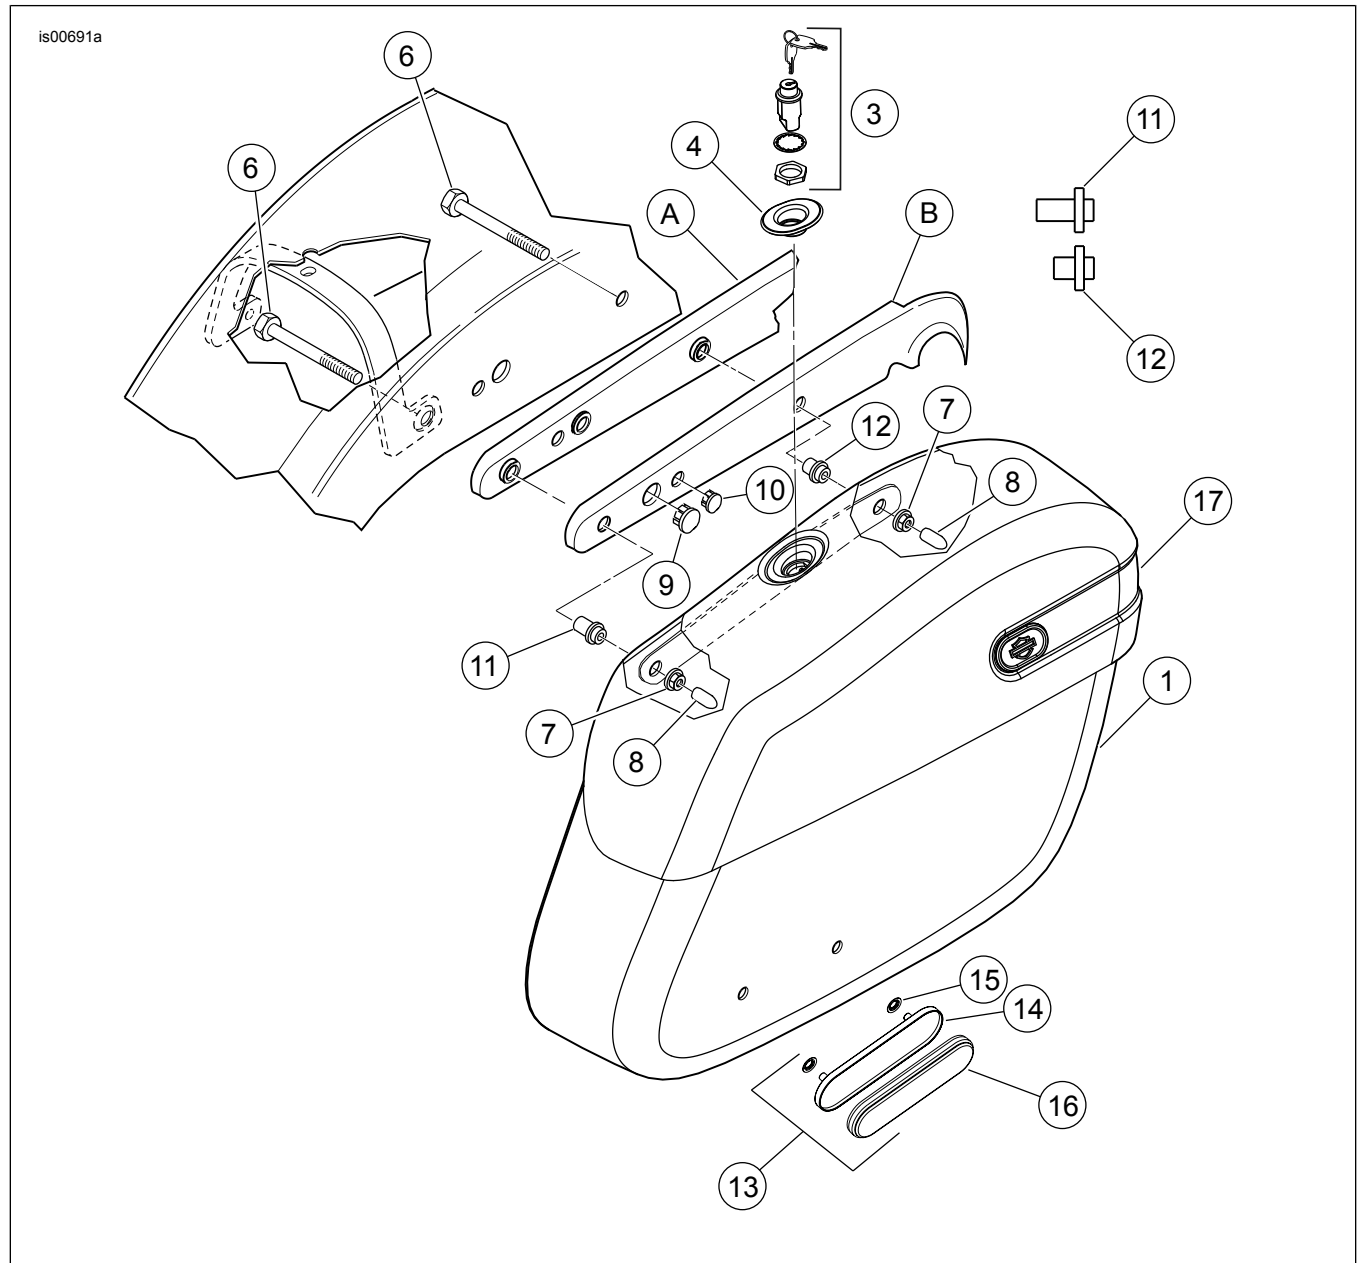

Abbildung 2. Ersatzteile: Sportster – formsteifer Leder-Satteltaschensatz (rechte Seite abgebildet)
Siehe Abbildung 2 und Tabelle 1.
5. Siehe Abbildung 2. Die beiden Schrauben (6) aus dem Satz von der Unterseite des Schutzblechs durch das Schutzblech in die Schutzblechstütze (A) und die Abdeckung (B) einbauen, wo die beiden Halbrundkopfschrauben vorher in Schritt 3 entfernt wurden.
6. Die kurze Buchse (12) auf die vordere Schraube (kurzes Ende zur Satteltasche) und die lange Buchse (11) auf die hintere Schraube (kurzes Ende zur Satteltasche) anbringen.
8. Die Flanschsicherungsmuttern (7) auf die Schrauben an der Innenseite der Satteltasche drehen. Beide Flanschsicherungsmuttern auf 33–37 N·m (24–27 ft·lb) anziehen.
9. Die Gewindeschutzkappe (8) auf jedes Schraubenende anbringen.
2. Siehe Abbildung 2. Die Reflektorhalterung (14) an der Satteltasche platzieren.
7. Die Reflektorhalterung (14) mit zwei Druckmuttern (15) an der Satteltasche anbringen.
8. Die Schutzfolie von der Rückseite des Reflektors (16) abziehen und an der Halterung (14) anbringen.